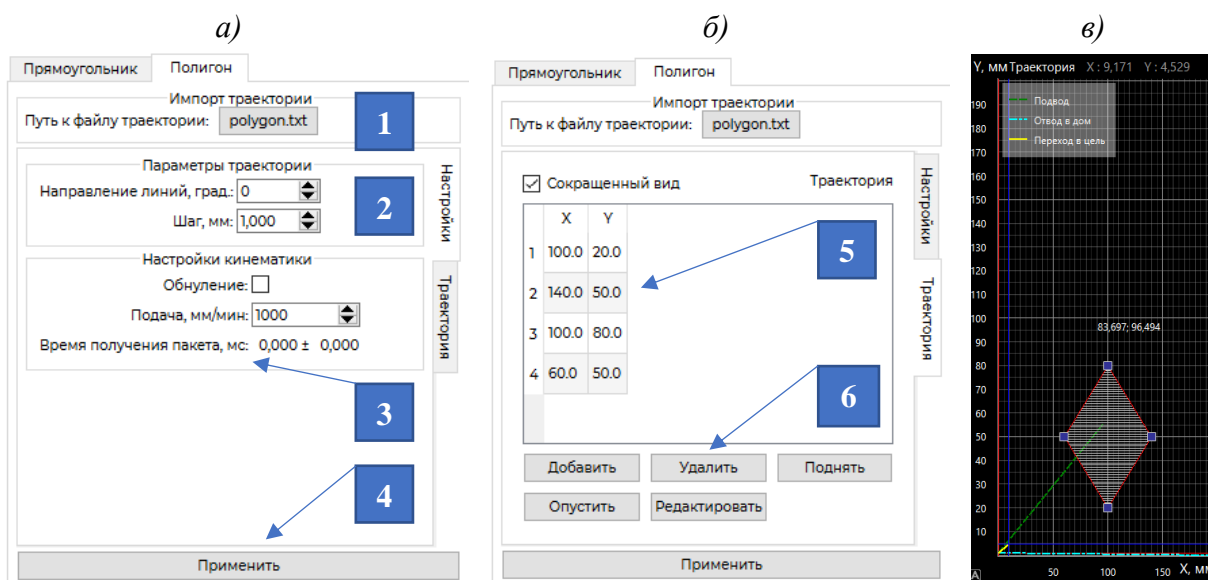

Рис. 14 – Настройка траектории «Прямоугольник»,
Для построения зоны сканирования в виде сложной фигуры перейти во вкладку «**Полигон**» (рис. 14) и задать траекторию используя следующие поля:
- 2 – Параметры траектории (угол заливки линий, шаг) (рис.14а);
- 4 – Траектория (точки X, Y (n.5)) с помощью кнопок «**добавить**», «**удалить**», «**поднять**», «**опустить**», «**редактировать**» (п.6) можно построить зону сканирования необходимой формы (рис.14).